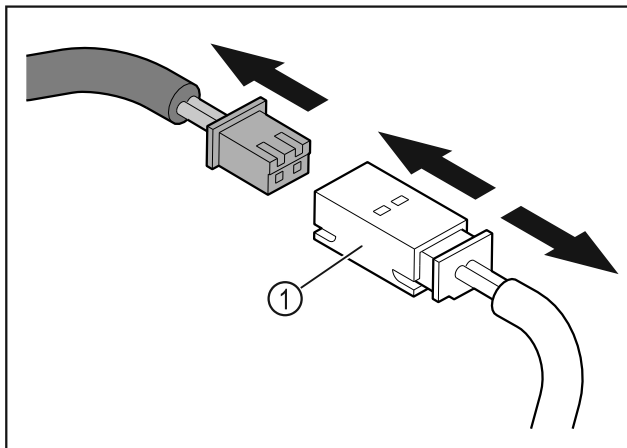

Fig. 13
- ▶ Αποσυνδέστε το φικς και την υποδοχή του φικς Fig. 13 (1).